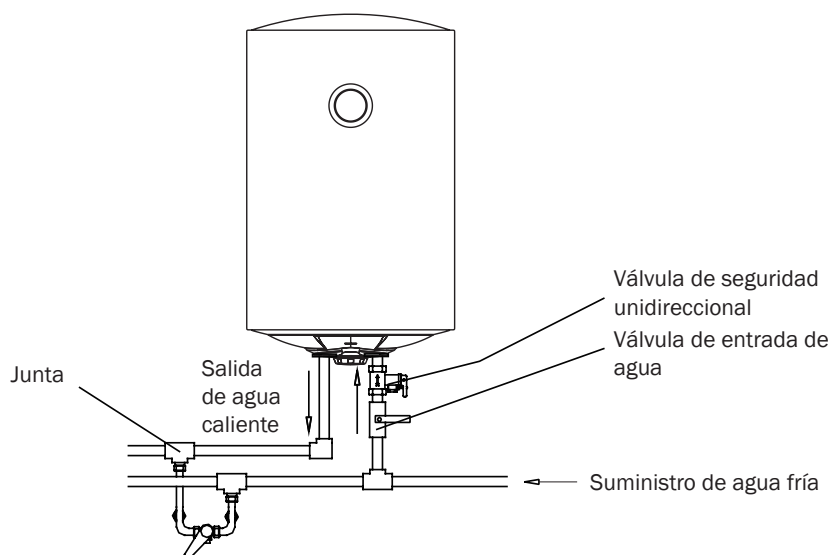

Fig. 4
- Se os utilizadores desejam realizar um sistema de fornecimento de água múltipla, a forma de o fazer é como se mostra na fig.4 com as ligações das tuberias.